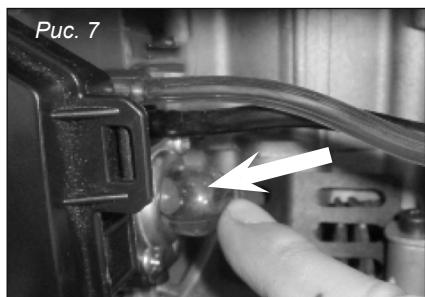

Рис. 7
3. Закачайте топливо в карбюратор, нажав 4-6 раз на кнопку подкачки топлива (*рис. 7*).